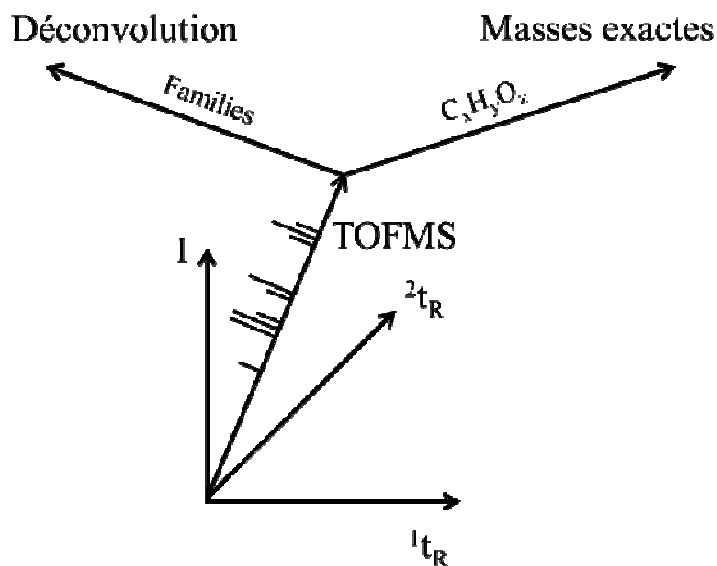

Figure 1: Multi-dimensionnalité et orthogonalité des axes de séparation
thermophiles, permet de définir la stratégie utilisée. On constate effectivement que dans la nature l'adaptation au froid des enzymes correspond à une diminution de stabilité qui a pour but d'augmenter la flexibilité des enzymes à basse température. La figure 3 fournit un bel exemple d'adaptation. Cette figure illustre à la fois la thermo-dépendance de l'activité et la stabilité thermique d'enzymes homologues provenant d'environnements qui diffèrent par leur température (7). Les courbes de la Figure 3A se rapportent à l'activité d' α -amylases isolées d'un organisme psychrophile (AHA), mésophile (PPA) et thermophile (BAA). Comme dans la Figure 1 on constate un déplacement très important des maxima apparents d'activité en fonction de la température. La stabilité thermique de ces enzymes est évaluée à la Figure 3C qui montre les transitions vers l'état dénaturé des trois enzymes observées par émission de fluorescence
Des analyses équivalentes ont été réalisées sur des osidases adaptées à différentes températures (Figure 3B) : psychrophile (pXyl), mésophile (Xyl1) et thermophile (CelA). On constate également des déplacements très importants des maxima apparents d'activité associés à des thermostabilités très différentes (Figure 3D) mesurées par microcalorimétrie différentielle (les courbes représentent l'absorption de chaleur qui se produit lors de la dénaturation de l'enzyme) (8). Une chose intéressante à observer est le fait que dans le cas des enzymes froides, la dénaturation thermique se produit quasi après la perte d'activité tandis que, dans le cas des enzymes homologues mésophile et thermophile la perte d'activité correspond exactement à la modification de la structure sous l'effet de la chaleur. Cette différence peut être attribuée soit à une sensibilité toute particulière du site actif des enzymes froides ou bien à une grande instabilité du complexe enzyme-substrat, ES. Notons aussi que la température normale de fonctionnement de ces enzymes se situe loin du maximum de stabilité (Figure 1) et à gauche de ce maximum contrairement aux enzymes mésophiles. La relative instabilité des enzymes froides résulte d'un affaiblissement des liaisons ioniques et hydrophobes à basses températures. Maintenant est ce que cette instabilité thermique peut refléter une augmentation de la flexibilité des enzymes froides qui permettrait d'accommoder les substrats à basse température, ce que ne peuvent faire les enzymes mésophiles et thermophiles très peu ou pas actives à basse température ? Diverses techniques ont été utilisées pour évaluer la flexibilité relative des protéines. Cette notion est assez complexe car elle implique un facteur d'amplitude de la déformation et un facteur de fréquence à savoir le nombre de déformations par unité de temps. Le « quenching » de fluorescence a été appliqué avec succès pour évaluer la flexibilité globale de beaucoup d'enzymes adaptées à différents environnements. Il s'agit en fait d'utiliser un agent « quencher » de petite taille, en l'occurrence, l'acrylamide, qui à la suite de collisions avec les chaînes latérales du tryptophane entraîne une diminution de la fluorescence de ces acides aminés. L'intensité du quen-
déconvolution des signaux et par un axe de calcul de formules brutes sur base des masses exactes mesurées (Figure 1). Ce couplage GC×GC-TOFMS, qui donne accès à deux temps de rétention chromatographiques, un spectre de masse et ses fragments, ainsi qu'à une formule moléculaire brute pour chaque composé séparé, permet de caractériser des mélanges de plusieurs centaines de molécules présentes dans des matrices complexes.